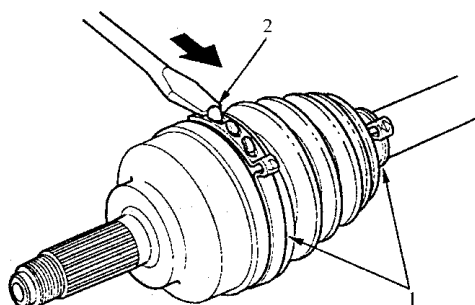

图 6-66 拆卸护罩卡环
1) 拆卸护罩，小心不要损坏护罩和减振器。如果护罩卡环是耳夹式卡环，如图 6-66 所示，则用螺钉旋具撬起凸耳。